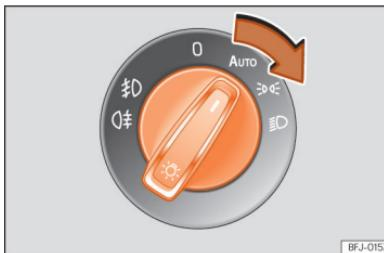

Fig. 82 Painel de instrumentos: comando das luzes.
- Ligue a ignição e rode o comando das luzes para a posição desejada »» Fig. 82.